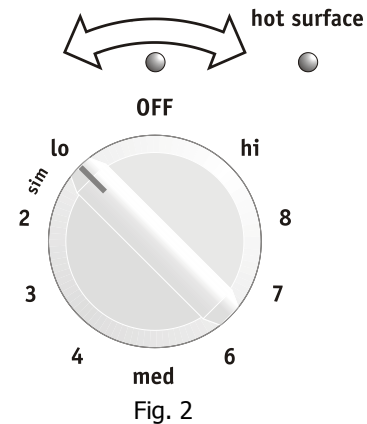

Fig. 2
- Enfoncez et tournez le bouton de commande vers la gauche ou la droite (fig. 2) selon le réglage désiré (reportez-vous au **Tableau des réglages suggérés pour les éléments radiants** à la figure 1).